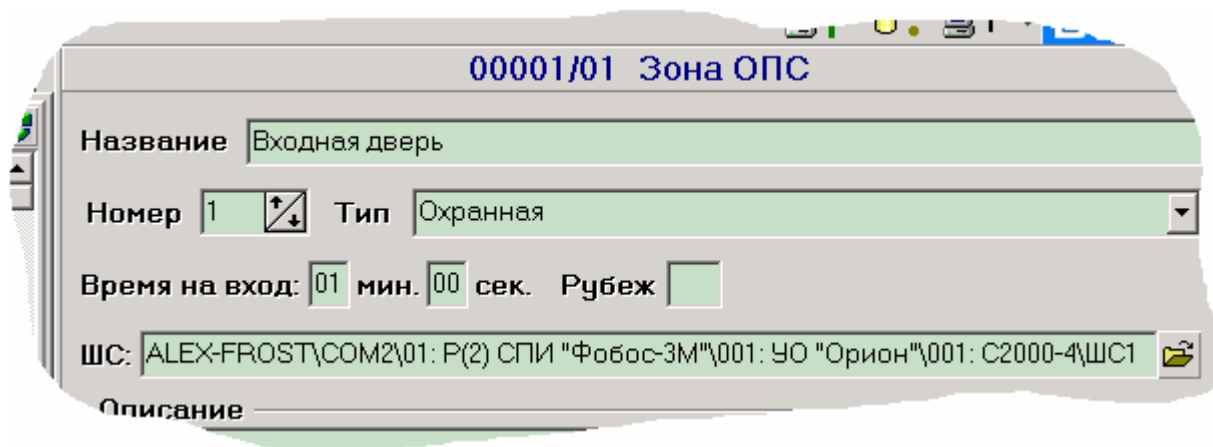

Рисунок 4.18 Связывание зоны ОПС с ШС
- свяжите зону с ШС. Для этого кликните левой клавишей мыши на иконке , расположенной в правой части поля «ШС» и в раскрывшемся окне выберите ШС (рис. 4.18).